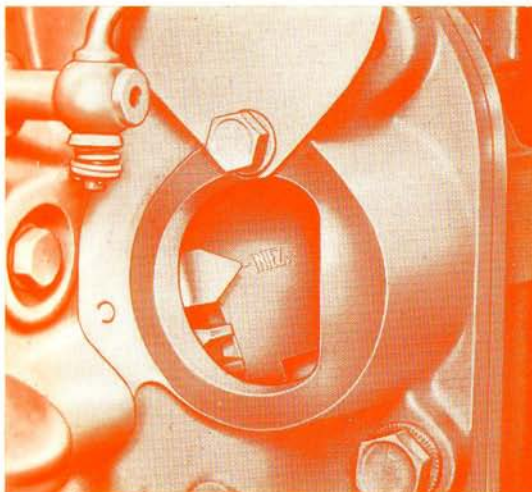

**FIG. 35. — Référence sur le volant indiquant l'avance à l'injection
- 9° Dans ces conditions, contrôler si le repère « INIEZ » gravé sur le volant coïncide avec l'index fixe (voir fig. 35).